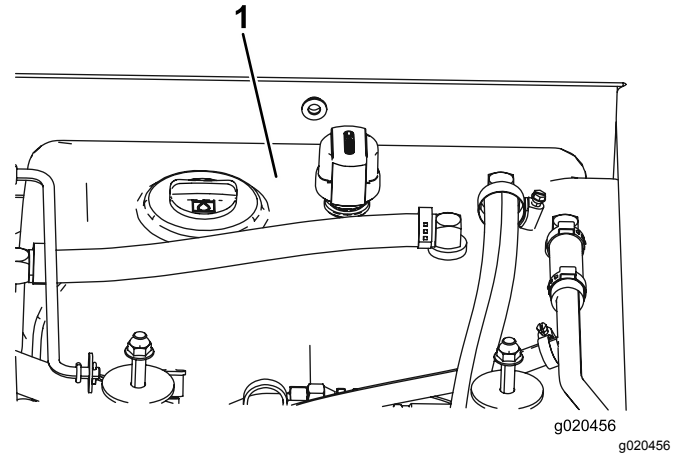

Figura 116
4. Encha o reservatório (Figura 116) com fluido hidráulico; consulte Substituição do fluido hidráulico (página 79).